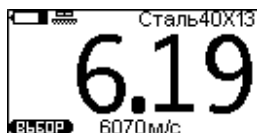

Рисунок 2.17 – Дисплей после проведения измерения
9. Добиться устойчивых показаний измеряемой толщины на дисплее (рис. 2.17).